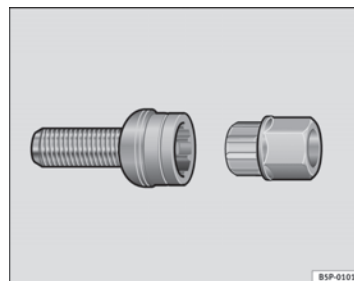

Fig. 187 Boulons de roue antivol
- Introduisez l'adaptateur au maximum dans le boulon antivol de la roue ⇒ page 267, fig. 187.